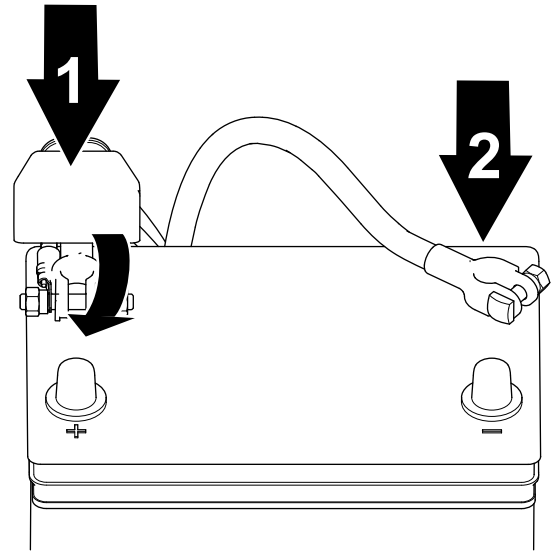

Figure 32
2. Branchez le câble négatif de la batterie et serrez l'écrou du collier de la batterie (Figure 32).
1. Branchez le câble positif de la batterie et serrez l'écrou du collier de la batterie (Figure 32).